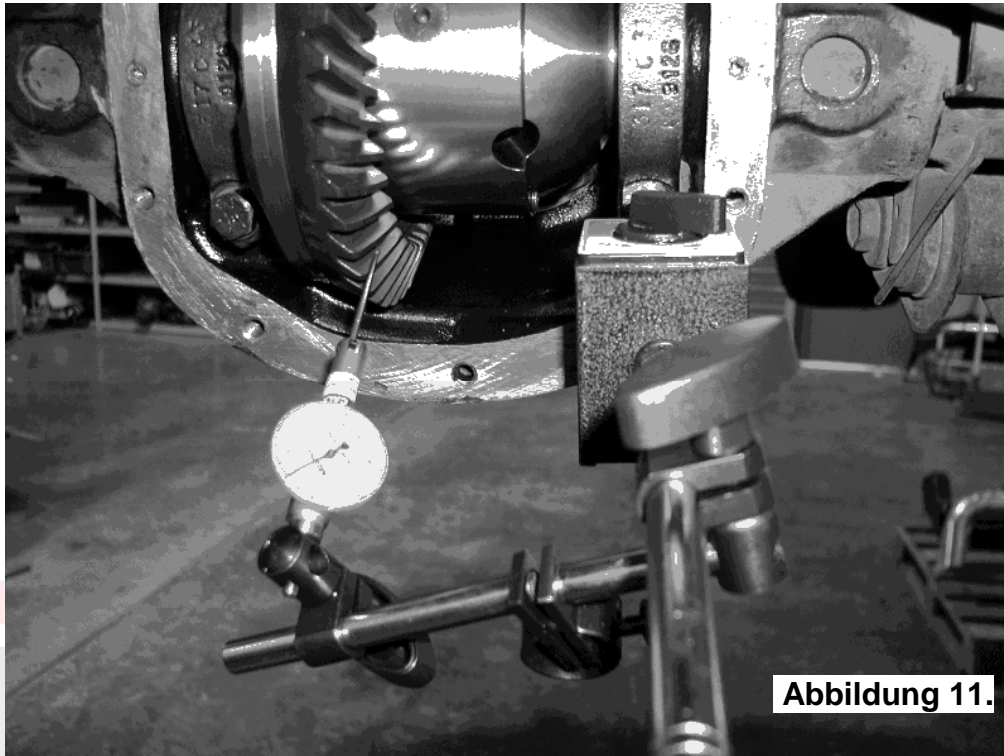

Abbildung 11.
- Platzieren Sie den Fühler der Messuhr an einem der Tellerradzähne (siehe Abb. 11.).